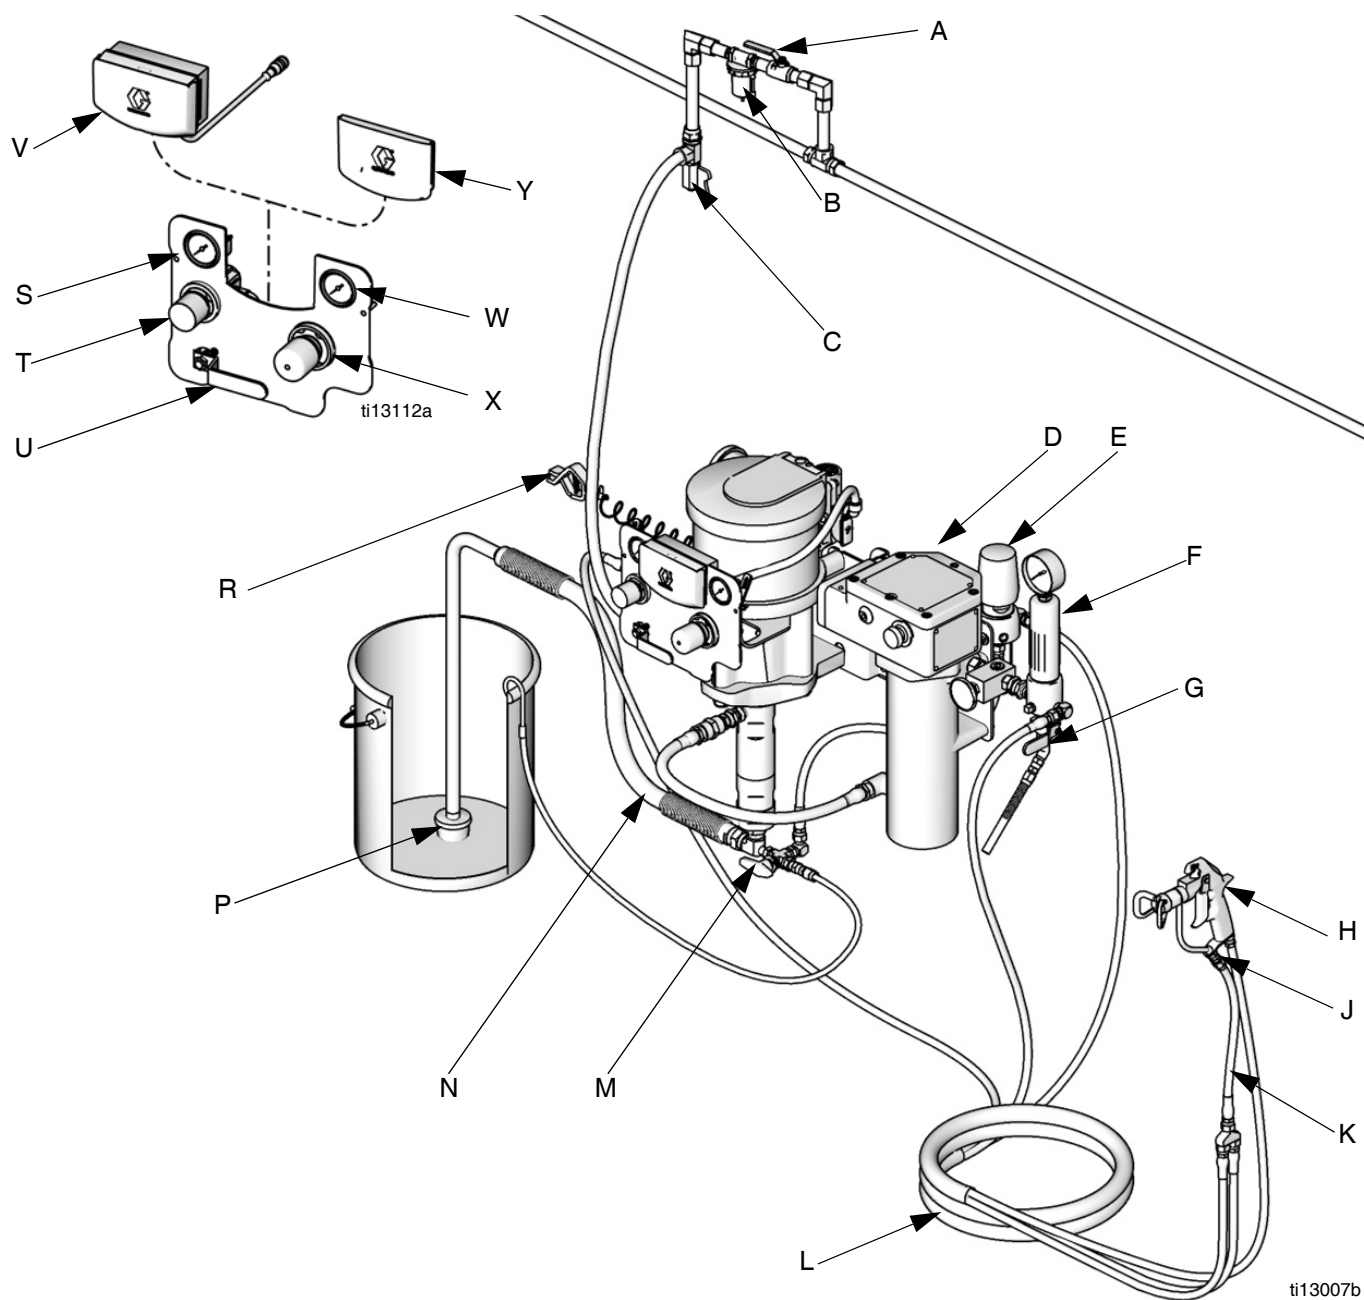

FIG. 1. Standardinstallasjon (det er ikke sikkert at anlegget ditt inneholder alle gjenstandene som er vist her.)
FIG. 1 er kun en veiledning for valg og montering avsystemkomponenter og tilbehør. Ta kontakt med din Graco-distributør for hjelp med å lage et system som er tilpasset dine spesielle behov.
Se FIG. 1. **Komponentene varierer etter hvilken pakke du har bestilt.** Se tabeller på side 7 til 8. Pakken din kan inneholde:
Se FIG. 1, side 8.
2. Se FIG. 1. Steng hovedventilen av typen med utlufting (U).